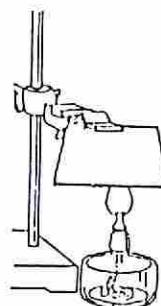
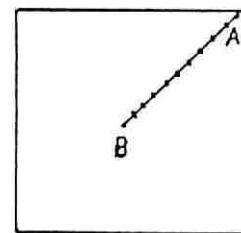

図1 金属板の加熱
図2 抵抗値の測定
- (1) 金属板を図1のように固定し、中央をアルコールランプで15分間加熱する。
- (2) 冷えてから表面の色を観察する。
- (3) テスターで図2のように金属板の一端Aを起点として、中央Bに向かって1cmおきに抵抗値を測定する。
- (4) ガスバーナーでの加熱についても1~3と同じ方法で行う。